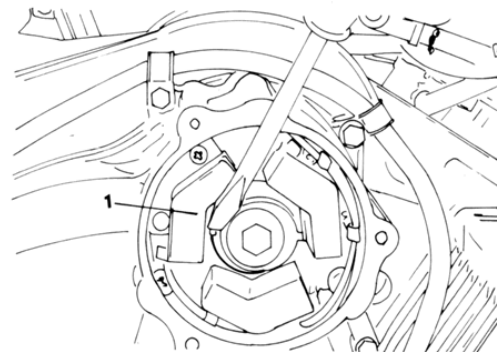

Bild 173
- Mit Hilfe eines Schraubenziehers den Rotor und den Metallkörper (1) eines Impulsgebers verbinden (Bild 173).